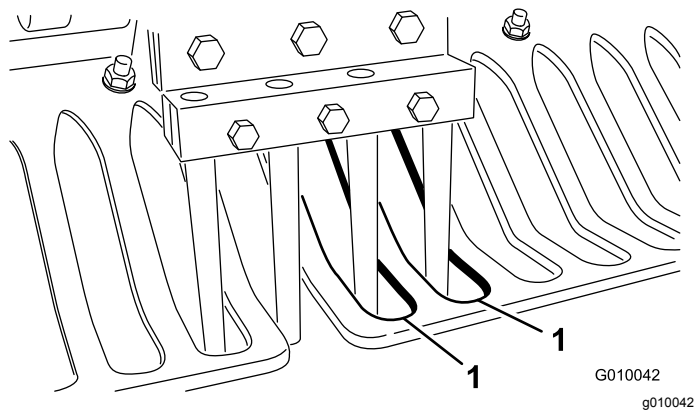

图28
- 检查打孔针对准护草板缺口的中心图28。必要时调节护草板然后拧紧螺母。